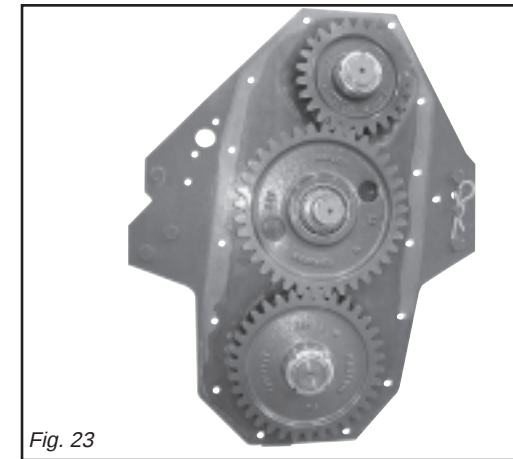

Fig. 23
Il rotore può essere azionato da una serie di ingranaggi laterali (Fig. 23) alloggiati in un apposito carter con pareti consistenti in grado di fornire una notevole robustezza alla trasmissione.
*The rotor can be operated by a set of side gears (Fig. 23) housed in a special casing with thick walls able to give the transmission considerable sturdiness.*
Der Rotor kann von einer Reihe seitlicher Zahnräder (Abb. 23) angetrieben werden, die in einem eigens dafür vorgesehenen Gehäuse mit widerstandsfähigen Wänden untergebracht sind, wodurch es ermöglicht wird, dem Getriebe eine beträchtliche Stabilität zu verleihen.
*Le rotor peut être entraîné par une série de pignons latéraux (Fig. 23) logés dans un carter approprié avec des parois résistantes, en mesure de donner une grande robustesse à la transmission.*
El rotor puede ser accionado por una serie de engranajes laterales (Fig. 23) alojados en un cárter apropiado con paredes consistentes capaces de proveer una notable robustez a la transmisión.